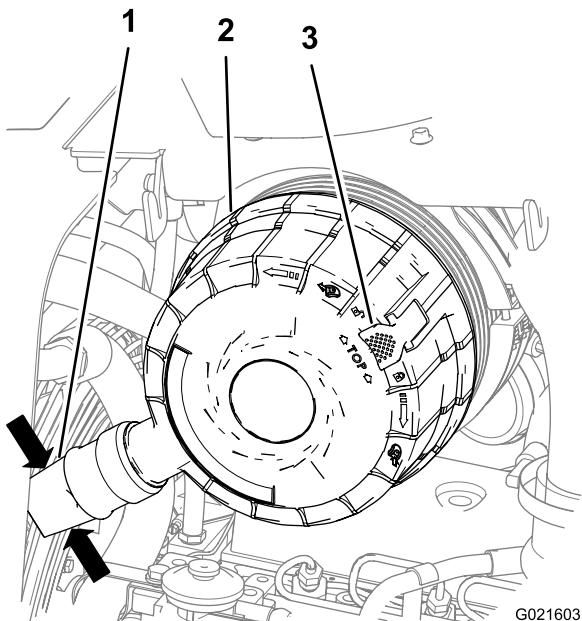

Рисунок 116
3. Сожмите пылезащитный клапан на крышке воздухоочистителя, чтобы удалить любые скопления воды, пыли или грязи из клапана. \(Рисунок 116\).
5. Потяните защелку крышки воздухоочистителя наружу \(Рисунок 116\).